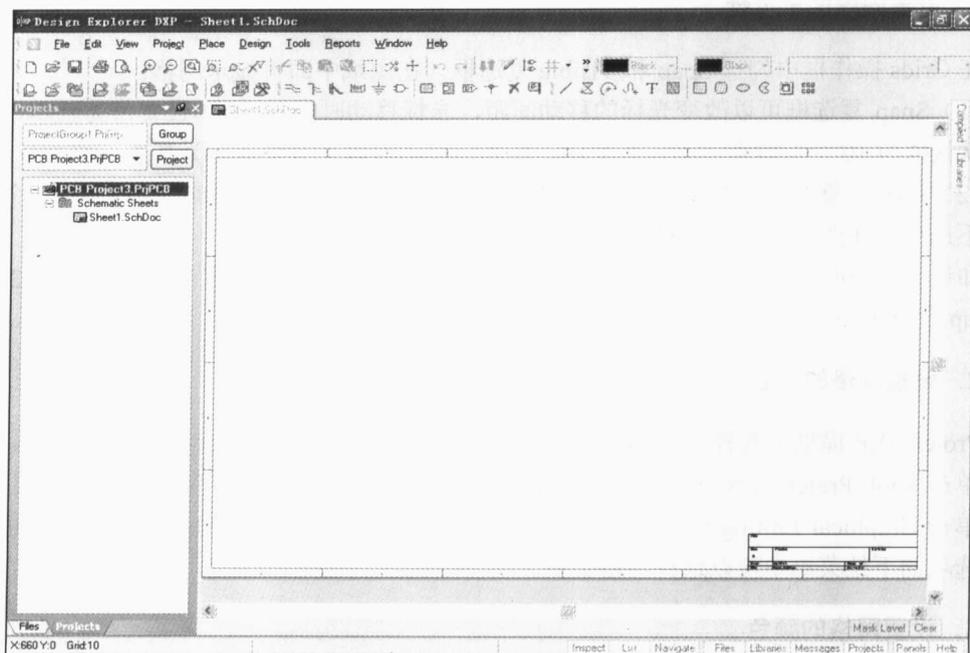
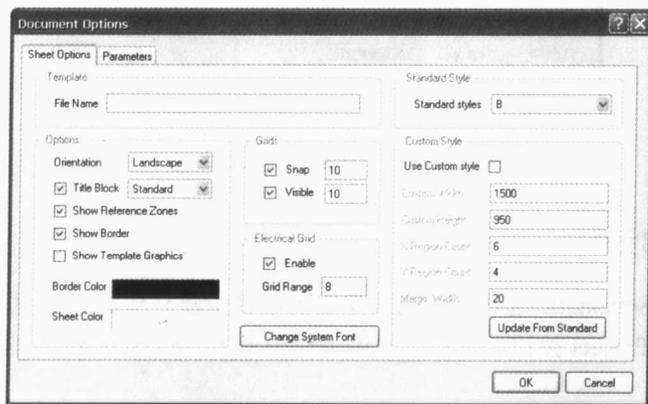
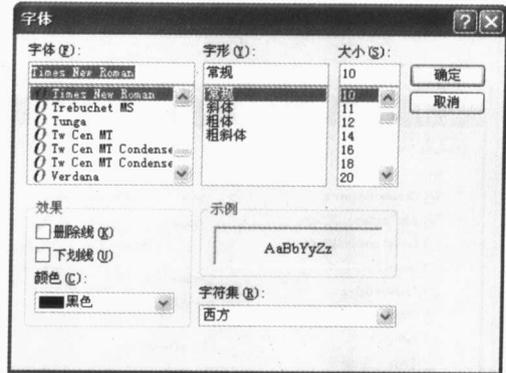
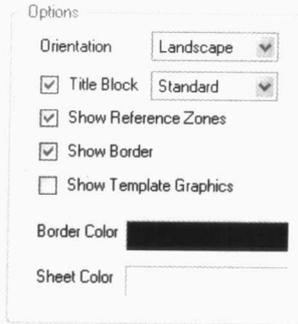

图 1-5 新建项目和原理图文件后的窗口
图 1-6 Document Options 窗口
图 1-10 字体设置窗口
图 1-14 设置显示和边框属性
新建项目和原理图文件后的窗口如图 1-5 所示，其中，项目和原理图文件都没有重命名。
在设计原理图时，图纸上的网格会为放置元件、连接线路等带来极大的方便。在进行图纸的显示操作时，可以设置网格的种类以及是否显示网格，也可以对光标的形状进行设置。单击图 1-5 中的 Design|Options 项，系统将弹出如图 1-6 所示的 Document Options 窗口，单击 Sheet Options 选项卡。
(1) Snap 复选框可以改变光标的移动间距，光标移动时以 Snap 的设置值为基本单位，系统默认值为 10 个像素点；不勾选此项，则光标移动时以 1 个像素点为基本单位。
(2) Visible 复选框的数值表示图纸网格间的距离，图 1-6 中网格间的距离为 10 个像素点；不选此项在图纸上不显示网格。
在图 1-6 所示窗口的 Electrical Grid 操作框中, 可以设置电气节点。如果勾选 Enable 复选框, 则在画导线时系统会以 Grid Range 中设置的值为半径, 以光标所在位置为中心, 向四周搜索电气节点。
在 Protel DXP 中, 图纸上可以插入汉字或英文字母, 系统可以为这些插入的字设置字体。在图 1-6 中的 Document Options 窗口单击 Change System Font 按钮, 系统弹出如图 1-10 所示字体设置窗口。在此可选择字体、字形、大小、颜色等。
单击 Design|Options 选项，系统将弹出图 1-6 所示 Document Options 窗口，单击图右上角 Standard Style 操作框的 Style 下拉框即可选择图纸类型。
除了选用标准图纸外，用户还可以根据需要在图 1-6 所示 Document Options 中设置 Custom Style 操作栏中的各个选项。
在图 1-6 所示窗口的 Sheet Options 选项卡中，可以通过 Options 选项组设置图纸的显示和边框属性，如图 1-14 所示。